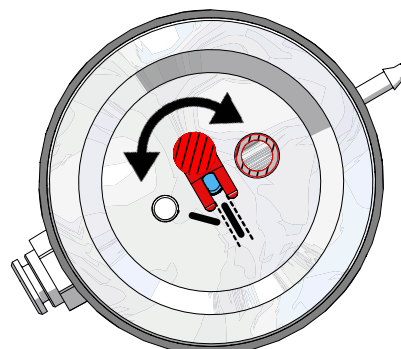

Fig. 13
- ⇒ Pour les silos de 25 - 70 µm, la buse de dosage doit être alignée (Fig. 13)!